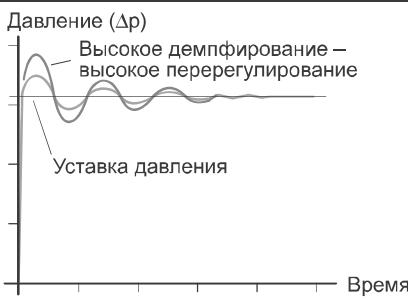
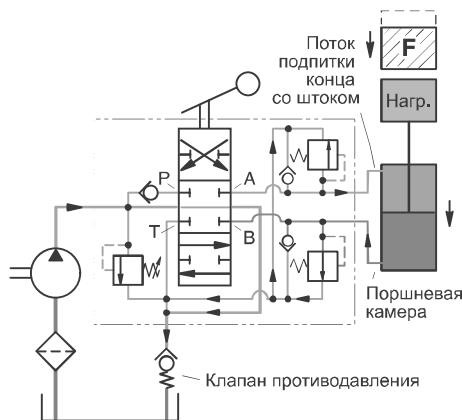

Рис. 6-5 Диаграмма, показывающая «перерегулирование» давления (когда предохранительный клапан резко открывается)
Рис. 6-8 Функция предохранительного клапана линии привода («удар» давления в поршневой камере)
Основной причиной использования предохранительных клапанов прямого действия для исключения ударов в отверстиях привода (Рис. 6-8) является их высокое быстродействие, меньшее перерегулирование (Рис. 6-5) и меньшая утечка, чем у клапанов с пилотным управлением (непрямого действия. Прим. ред.).
Степень демпфирования зависит от размера зазора между поршнем конуса и отверстием в седле, а также от вязкости рабочей жидкости; чем выше степень демпфирования, тем выше будет перерегулирование (Рис. 6-5).
Гидрораспределитель с предохранительными клапанами линий подключения гидродвигателя, Рис. 6-8, защищает гидроцилиндр от пиков высокого давления, вызванных, например, внешними силами. Каждый из этих клапанов может быть регулируемым или иметь постоянную уставку давления.
Для более подробного объяснения принципа работы допустим, что отверстие «В» соединено с поршневой камерой гидроцилиндра, а отверстие «А» — со штоковой (Рис. 6-8). Дополнительная нагрузка «F», прикладываемая сверху к первоначальной нагрузке, вызывает сжатие рабочей жидкости в поршневой камере гидроцилиндра. Если «F» достаточно велика, будет создаваться пик давления, превышающий уставку предохранительного клапана, и предохранительный клапан отверстия «B» открывается.
**ПРИМЕЧАНИЕ:** С целью получения достаточного противодавления для реализации функции подпитки может потребоваться установка клапана противодавления в сливной линии (показан на Рис. 6-8 и 6-9).